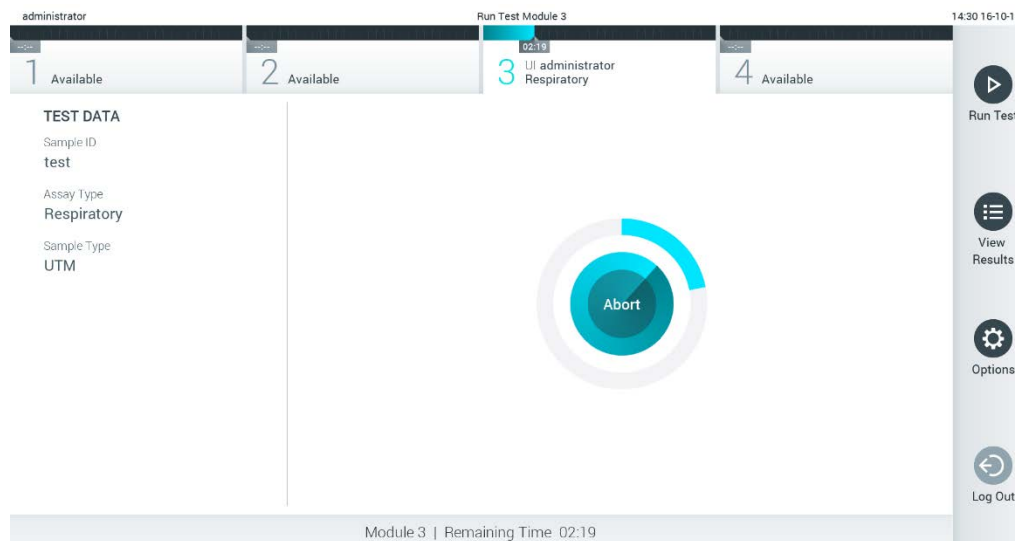

Figura 28. Afișarea execuției testării și a timpului rămas de rulare.
9. În timpul rulării testării, timpul rămas din rulare este afișat pe ecranul tactil (Figura 28).